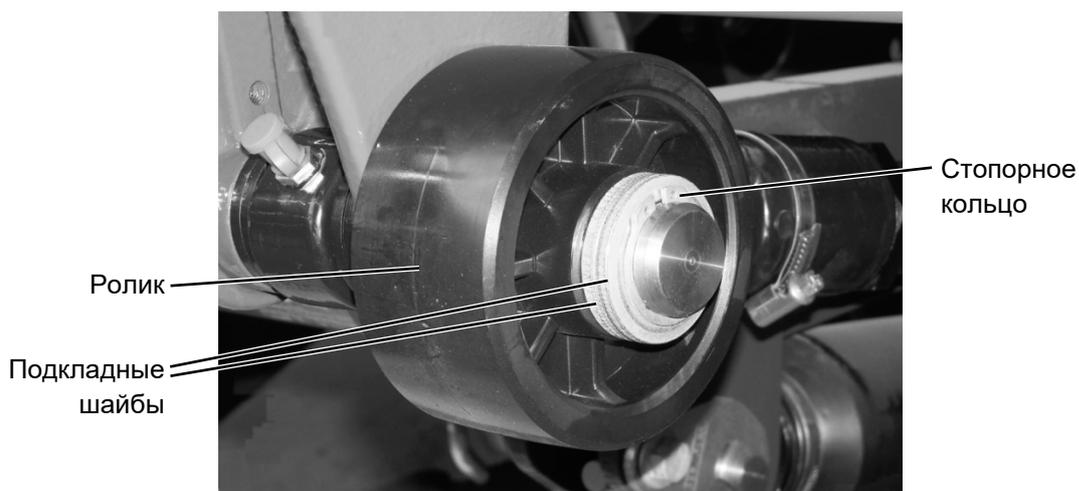

Рисунок 38: Монтаж ролика
- ▶ Установите ролики и зафиксируйте их на пальце стопорным кольцом каждый (см. Рисунок 38).